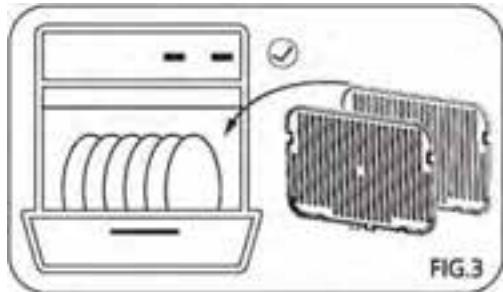

FIG.3
3. Après avoir retiré la plaque, vous pouvez la nettoyer à l'eau chaude savonneuse ou au lave-vaisselle.(FIG.3)